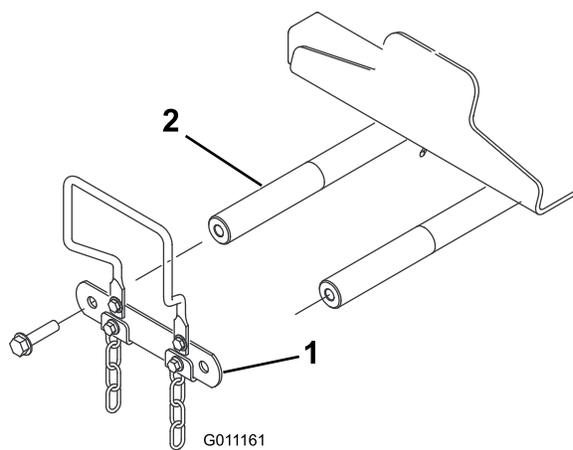

Figure 13
- Retirez les 2 boulons qui fixent la bielle aux axes de pivot du bras de levage, puis retirez la bielle et mettez-la de côté avec les boulons (Figure 13).